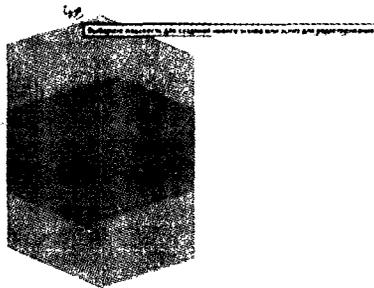

Рис. 3.2. Ввод значения размера зафиксирует длину
- Для этого упражнения выберите плоскость, параллельную XY-осям, как показано на рис. 3.2.